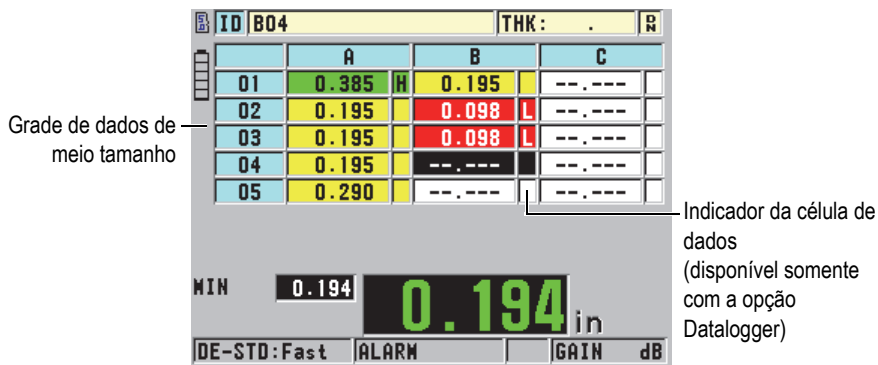

Figura 9-7 Exemplo de uma grade de dados de meio tamanho
A grade da base de dados (grade de dados) é a representação de dados em uma tabela 2D. Esta representação possibilita um movimento livre para qualquer direção em uma grade ao invés de seguir uma lista predefinida de ID. Em lugar de acrescentar automaticamente uma localização ID, pode-se usar as teclas de setas para movê-las para um local mais conveniente. É possível visualizar, simultaneamente, o A-scan, a grade de dados e a leitura de espessura (veja Figura 9-7 na página 174). As células podem ser configuradas para exibir um indicador de célula de dados com a cor de fundo correspondente ao intervalo do local da leitura da espessura.
6. Na função **DATA CELL FLAG** selecione uma das opções disponíveis para exibir os indicadores de cada célula de dados na grade de dados. O indicador de célula é uma letra que aparece em caixa pequena localizada à direita do valor de espessura na célula de dados (veja Figura 9-7 na página 174). Os softwares opcionais disponíveis são: